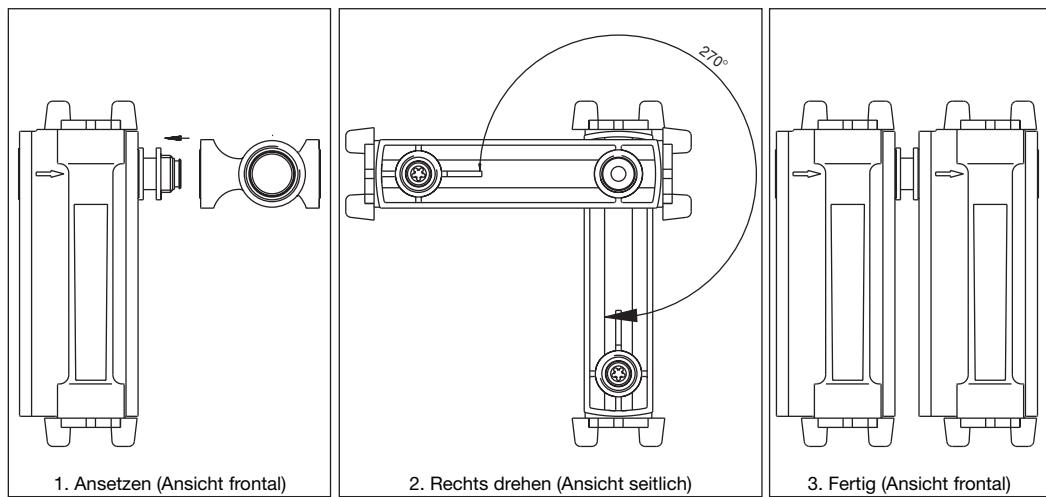

Abb.: 4
- ▶ das Modul, das ausgetauscht werden soll, vom Modulblock lösen (umgekehrt wie in Abb. 4)
- ▶ das neue Modul so an den Modulblock ansetzen wie in Abb. 4